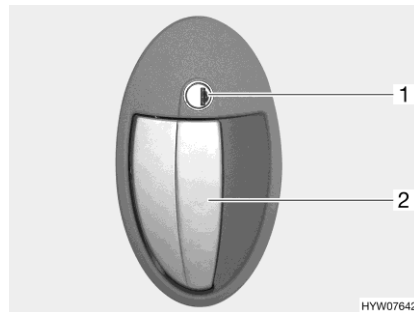

Bild 53 Türschloss (Wohnraamtür außen)
- Schlüssel in Schließzylinder (Bild 53,1) stecken und im Uhrzeigersinn drehen, bis das Türschloss entriegelt ist.
- Am Türgriff (Bild 53,2) ziehen. Die Tür ist geöffnet.
- Schlüssel in Schließzylinder (Bild 53,1) stecken und entgegen dem Uhrzeigersinn drehen, bis das Türschloss verriegelt ist.